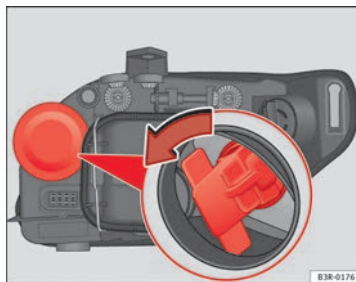

Abb. 217 Glühlampe für Blinker
- Den Lampenträger durch Ziehen am Halter und durch Drehen gegen den Uhrzeigersinn herausnehmen ⇒ Abb. 217.